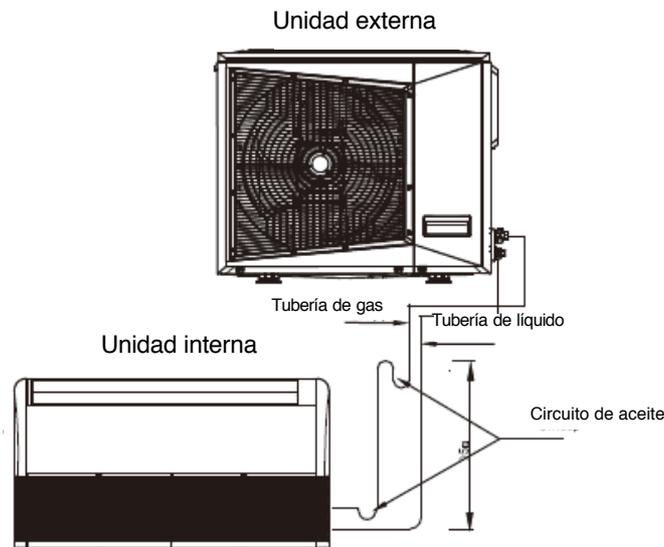

Imagen 24
- Use una bomba de vacío para expulsar el aire. En cuanto a la unidad que utiliza R410A, debe usar una bomba de vacío para expulsar el aire sin importar cuán larga sea la tubería. (Consulte la imagen 24)
- ① Abra la tuerca A, después conecte la manguera de carga 1 del colector a la válvula A (las válvulas A y B deben encontrarse apagadas). A continuación, conecte la manguera de carga 2 a la bomba de vacío.
- ② Abra la manija de baja presión del colector por completo.
- ③ Arranque la bomba de vacío para agotar el aire. Abra un poco la válvula B para comprobar si entra o no el aire. (El ruido de la bomba de vacío cambia y la lectura del indicador cambia de negativo a cero) y, a continuación, apriete la tuerca de la válvula.
- ④ Después de que se agote el aire, cierre la manija de baja presión del colector (Lo) totalmente.